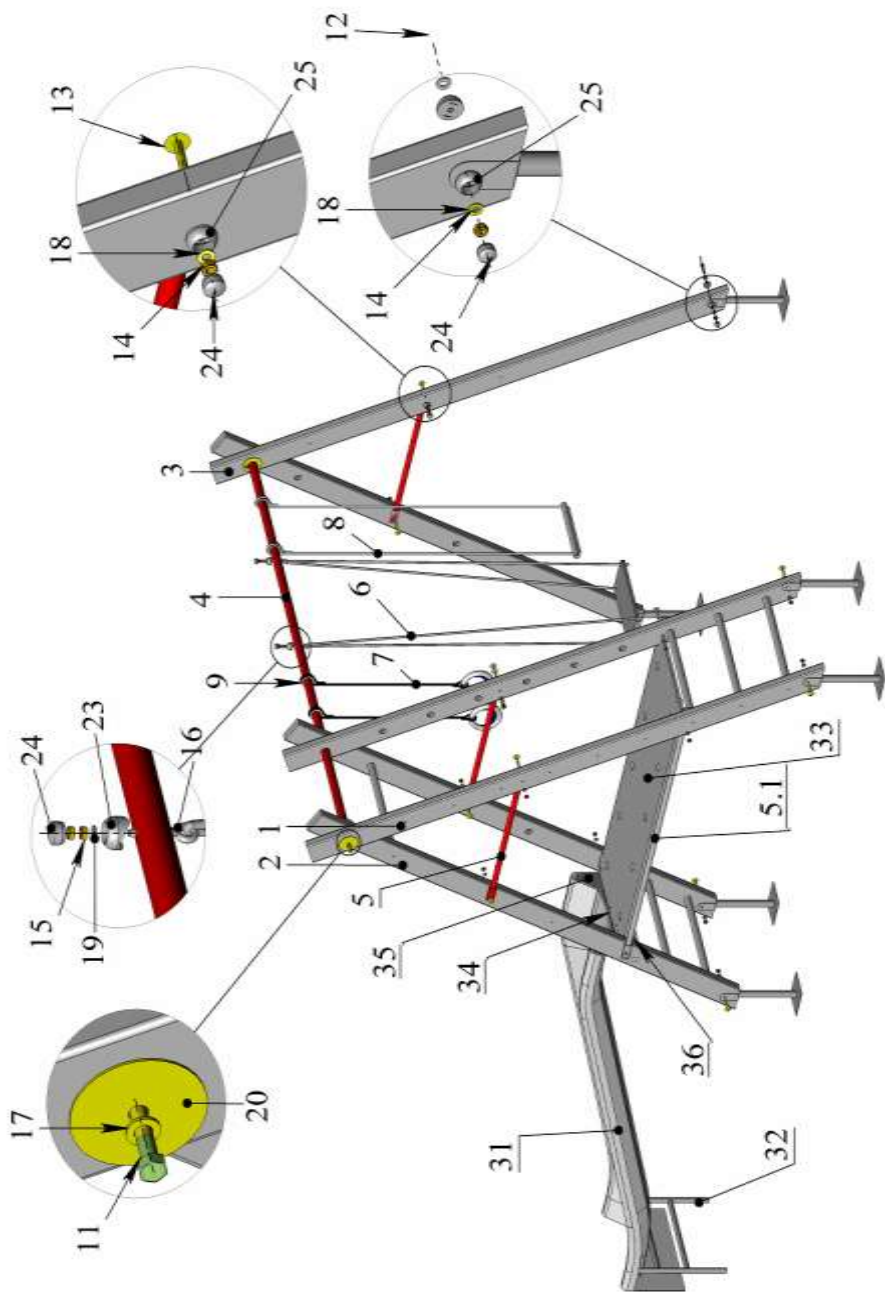

Рисунок 1
6.4.1. На выбранном для установки Комплекса месте разложить в примерном соответствии стойки поз.3 и лестницы поз. 1 и 2 и поперечину поз.4 (Рис.1).
6.4.6. Закрепить стяжки поз.5 с помощью мебельных болтов поз.13, гаек поз.14, шайб поз.18 и корпусов заглушек плоских поз. 25 смотрите (Рис.1).